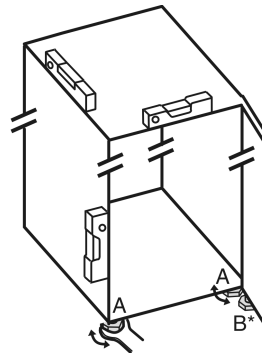

Fig. 46
- ▶ Dévisser les pieds réglables Fig. 46 (A) avec la clé plate fournie et utiliser un niveau à bulle pour vérifier que l'appareil est bien plan.
- ▶ Dévisser le pied réglable Fig. 46 (B) du support de palier avec la clé plate fournie jusqu'à ce qu'il touche le sol.
- ▶ Tourner le pied réglable Fig. 46 (B) de 90° supplémentaires.